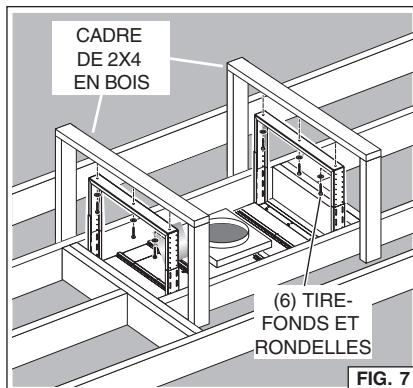

**FIG. 6**
1. Construisez une charpente de support, tel qu'illustré à la Fig. 6.